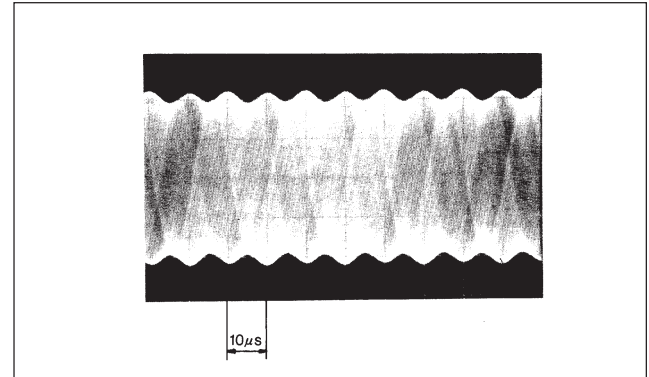

Abb. 8
- ⑤ Wird der Regler RV1 ungefähr auf die Mitte eingestellt und die Skala bewegt, erscheint die in Abb. 8 gezeigte Wellenform. Justieren Sie nun den Regler RV3, um die Welligkeit der Hüllkurve auf ein Minimum zu reduzieren.